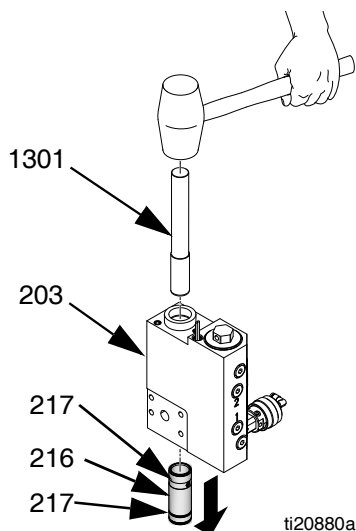

図 35
14. シリンダーシール (217) を取り外し破棄します。図 35。
1. シール (217) にグリースを塗布し、新しいシリンダーシール (217) をシリンダー (216) に取り付けます。図 35。